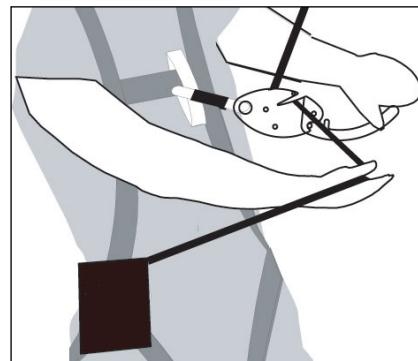

Abbildung 2 Anbringung am Gurt
- 3) Die Abseilvorrichtung von Smartline mit dem grünen Karabinerhaken an einem vorderen Befestigungspunkt des Gurtes (Abb. 2 – falls vorhanden, wird der untere Befestigungspunkt empfohlen) anbringen. Sicherstellen, dass beide Karabinerhaken geschlossen sind.